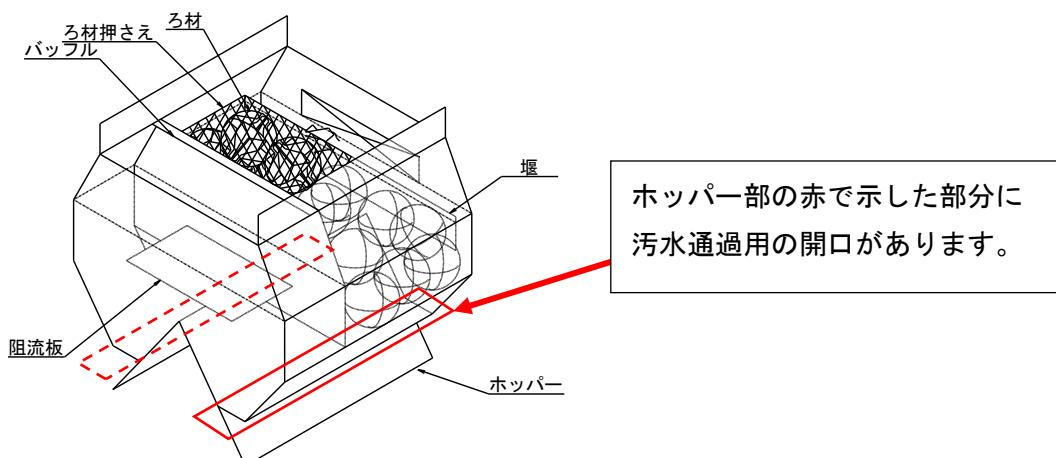

図3-5 固液分離部概略図
①棒状のもので水面下ろ材下ホッパー部（水面下400mm以下）をまんべんなく軽く突いて夾雑物の有無を確認してください。（図3-5～図3-7参照）